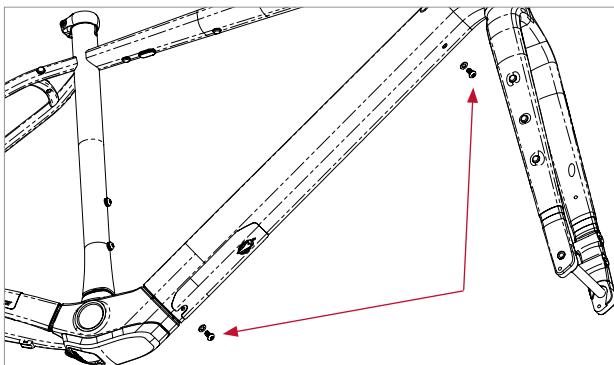

Figure 13
- À l'aide d'une clé Torx T25, retirez les deux vis qui maintiennent la batterie sous le tube oblique (figure 13). Soutenez la batterie pendant le retrait des vis, la batterie se détachera du cadre.
Utilisez toujours les vis de fixation de la batterie interne incluses dans votre vélo pour installer la batterie (figure 13). Consultez votre revendeur pour un remplacement si nécessaire. L'utilisation de vis d'une longueur ou d'une spécification différente peut endommager la batterie interne.